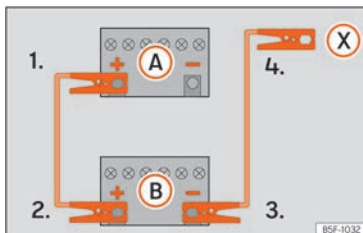

Fig. 45 Esquema de conexión para vehículos sin sistema Start Stop.
hículo con la batería descargada (A) »» » fig. 45.
3. Emborne el otro extremo del cable rojo de emergencia al polo positivo (+) del vehículo que suministra la corriente (B).
- 4a. En los vehículos sin sistema Start-Stop: emborne un extremo del cable negro de emergencia al polo negativo (-) del vehículo que suministra la corriente (B) »» » fig. 45.